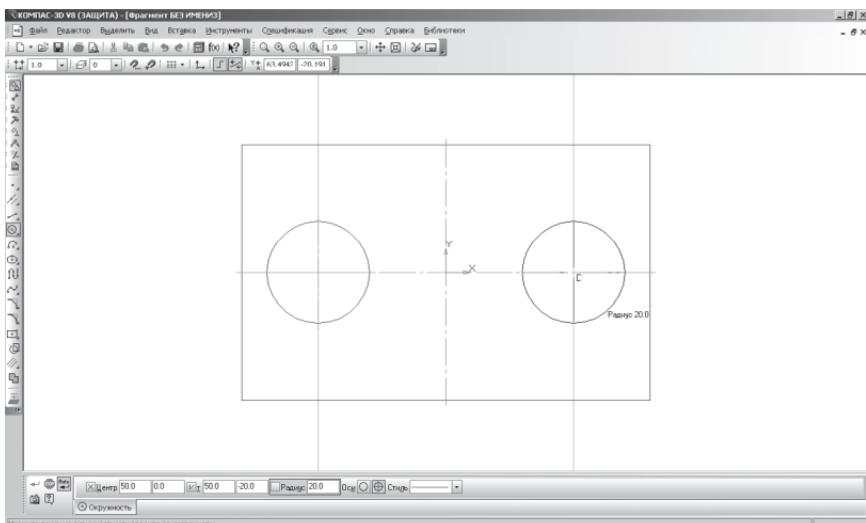

Рис. 58.
- аналогичным образом постройте вторую окружность (рис.58);